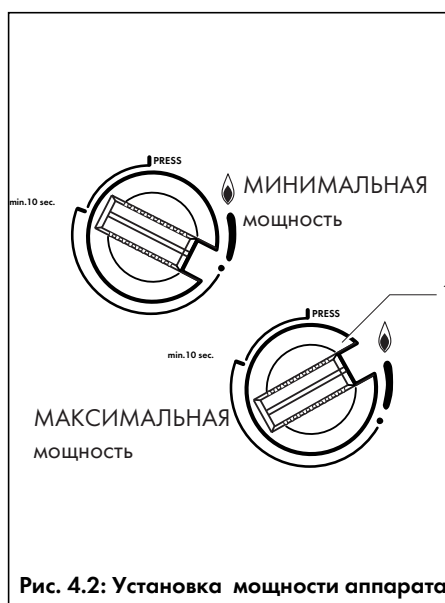

Рис. 4.2: Установка мощности аппарата
- Поверните поворотный переключатель (1) дальше влево против часовой стрелки, установив его из положения ⚡ "РОЗЖИГ" в положение ⬡ ... ⬡ "ГОТОВНОСТЬ К РАБОТЕ". (от минимальной до максимальной мощности аппарата, см. рис. 4.2). При этом запальное пламя остаётся горящим.